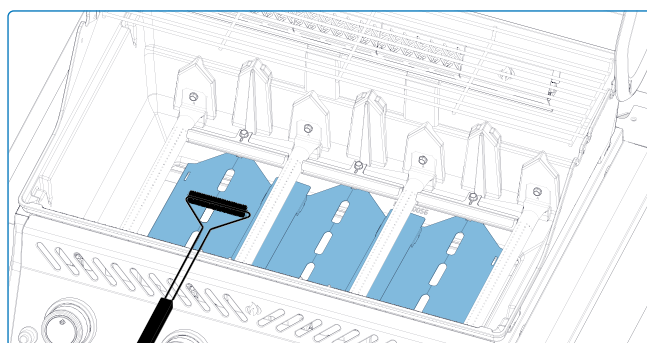

Fig. 11
- Maak de lekbak regelmatig schoon—ongeveer elke 4–5 keer gebruik—om vetophoping te voorkomen (**Afbeelding 11**).